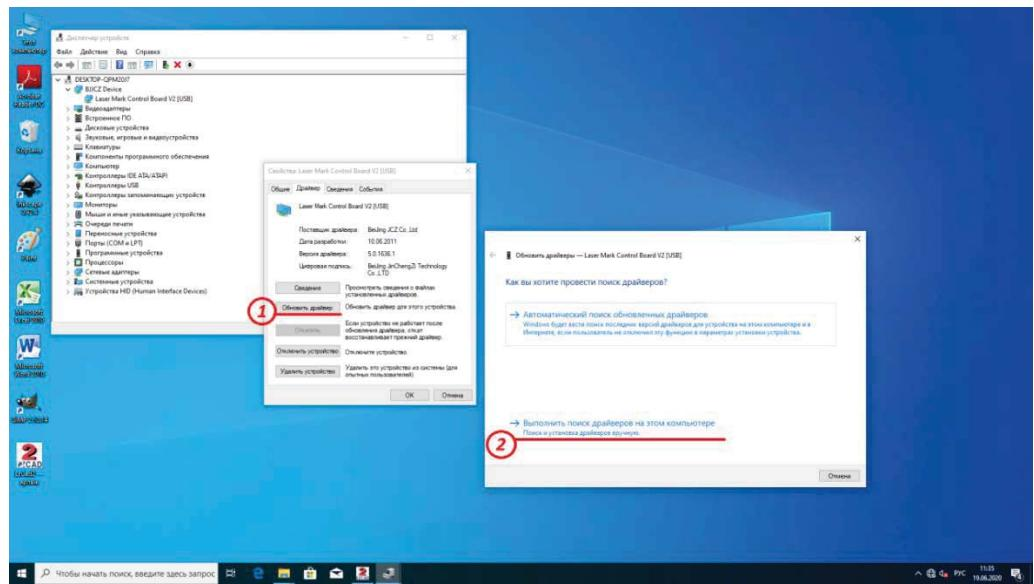

Рисунок 7
- в окне «Свойства» на вкладке «Драйвер» выбрать «Обновить драйвер», в открывшемся окне выбрать «выполнить поиск драйверов на этом компьютере (вручную)» рисунок 7.